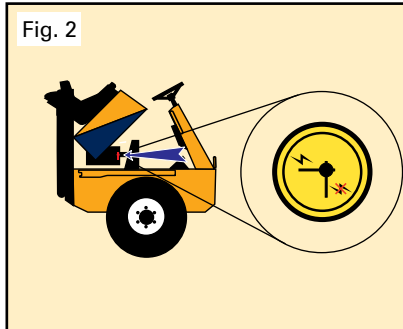

Fig. 2
- Isoler la batterie (Fig. 2).